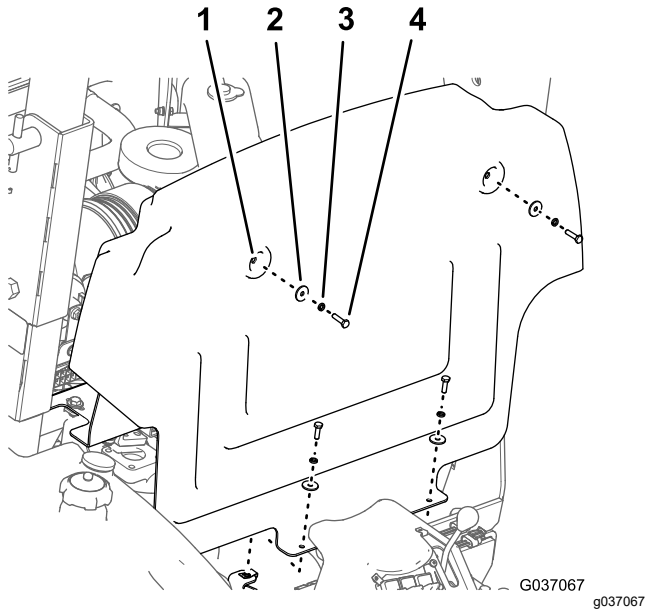

Figura 7
2. Retire los 4 pernos (6 x 25 mm), las 4 arandelas de freno (6 mm) y las 4 arandelas planas (6 mm) que sujetan el panel del pasamuros al chasis de la máquina (Figura 7).
3. Desplace el panel hacia arriba y hacia delante y retírelo de la máquina (Figura 7).